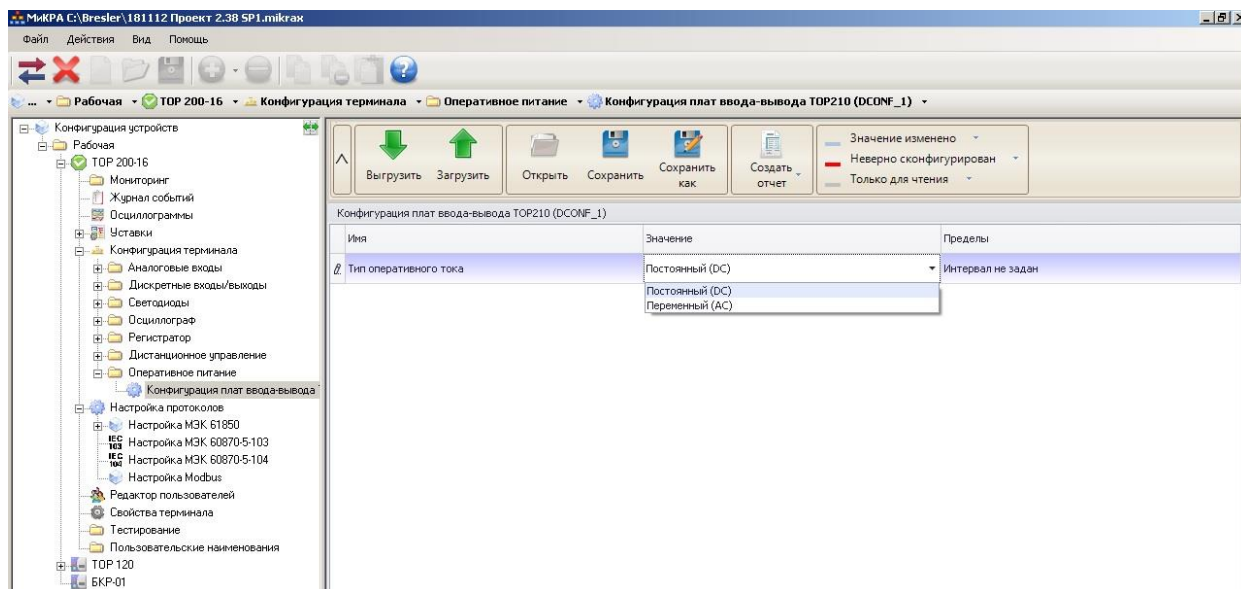

Рисунок 1.1 – Настройка вида оперативного тока
1.2.6.1 Входные дискретные цепи предназначены для работы на постоянном и переменном токе. Вид оперативного тока (постоянный или переменный) задается уставкой «**Оперативное питание**» в меню Конфигурация терминала/Оперативное питание/ Конфигурация плат ввода-вывода сервисного ПО «МиКРА» (рисунок 1.1). При использовании устройства на объектах с выпрямленным оперативным током без сглаживания следует выбирать уставкой вид оперативного тока «**Переменный**». Номинальное значение напряжения входных сигналов составляет в зависимости от исполнения 110 В или 220 В постоянного или переменного тока (иное определяется при заказе устройства).